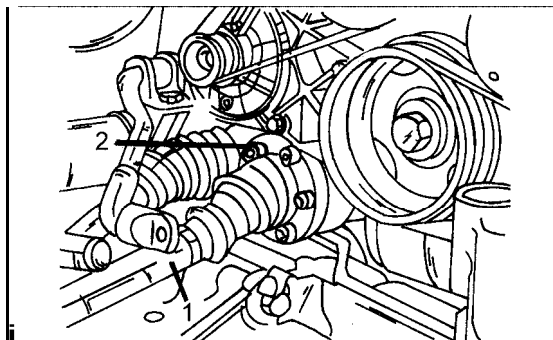

Bild 11
● Die vordere, rechte Antriebswelle von der Zwischenwelle abflanschen, die Welle abkippen und von der Verbindung trennen. Bild 11 zeigt wo die Welle angeschlossen ist. Die Schrauben (2) werden mit einem Innensechskantschlüssel gelöst. Danach die Welle nach aussen ziehen, bis sie vom Anschluss frei wird.